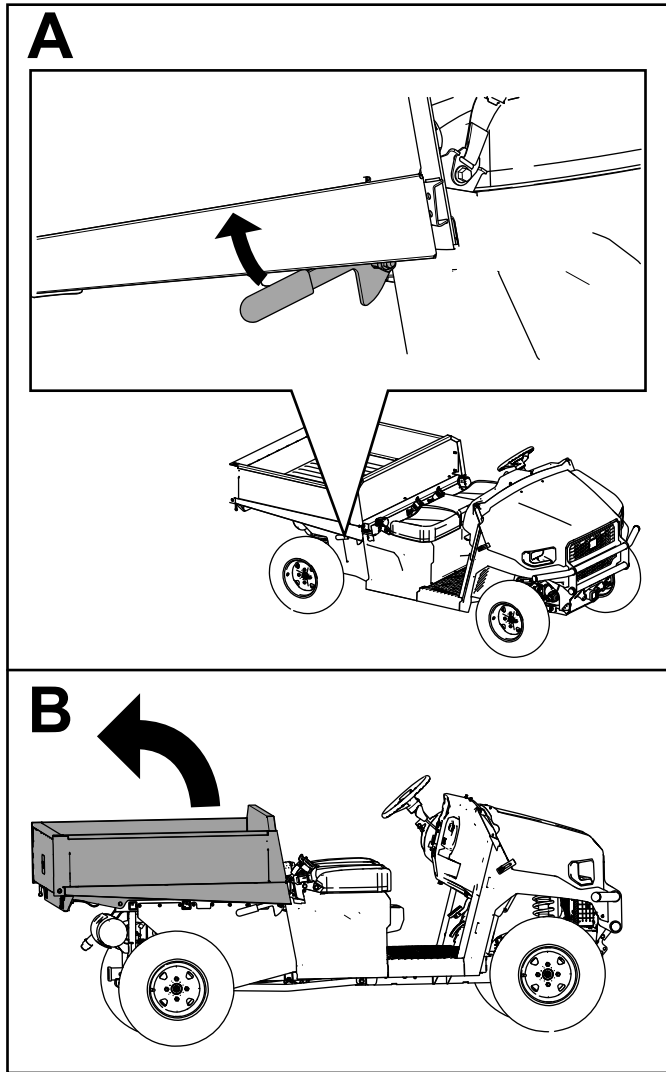

Figure 7
1. Levez le plateau de chargement (Figure 7).